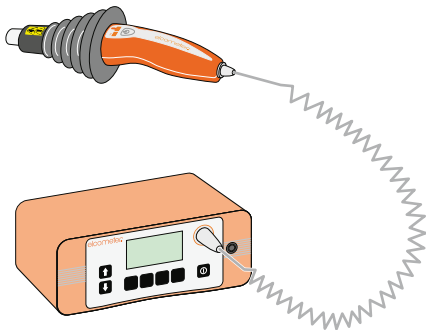

図1
- 1 グレーのらせん状ケーブルで、高電圧プローブハンドルと探知器を接続します（図1）。